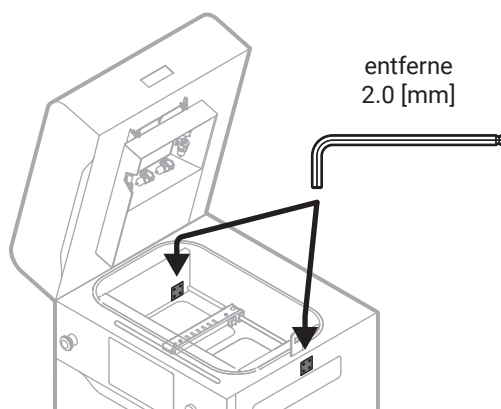

Abb. 3 Entfernen von der Schrauben der Recoater-Montageplatten.
9. Indem Du den 2 mm (Recoater cord) oder 2,5 mm (Recoater strip) Inbusschlüssel verwendest, entferne beide Schrauben an beiden Seiten der Recoater-Montageplatten (Abb. 3).